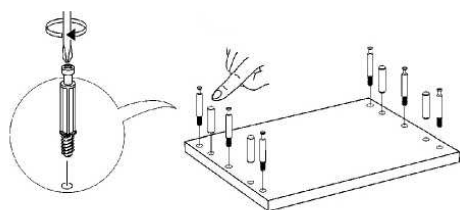

Рис. 3 - Установка шкантов и штоков эксцентриков
2.1 Ввинтите в боковые стенки (7,8), декоративные панели (11,12,13), горизонтальные щиты (1,2,3,4,5,6) штоки эксцентриков, а также вставьте шканты в горизонтальные щиты (1,2,3,4,5,6) и цокольный брусок (9) (Рис.3).